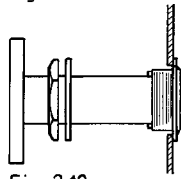

Fig. 2.12
5. Retirer doucement le dispositif de montage (fig. 2.12). Le joint ovale appuie alors par son côté longitudinal de l'intérieur contre la paroi de tubes.